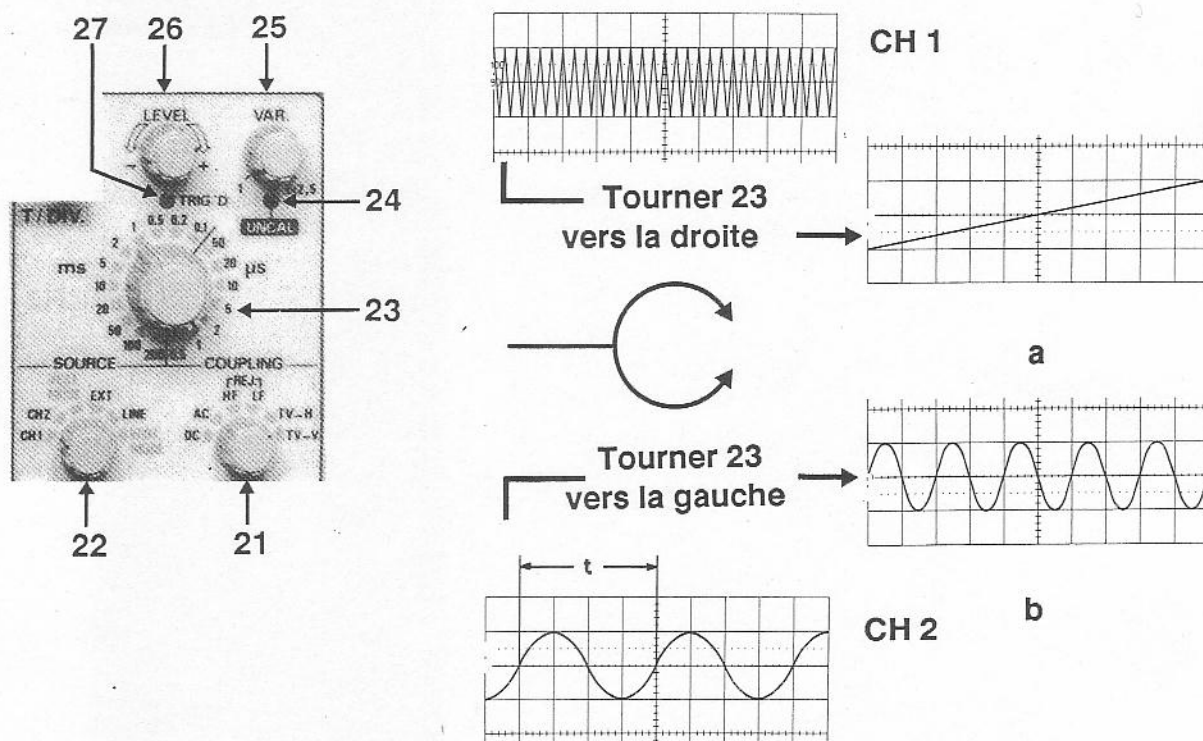
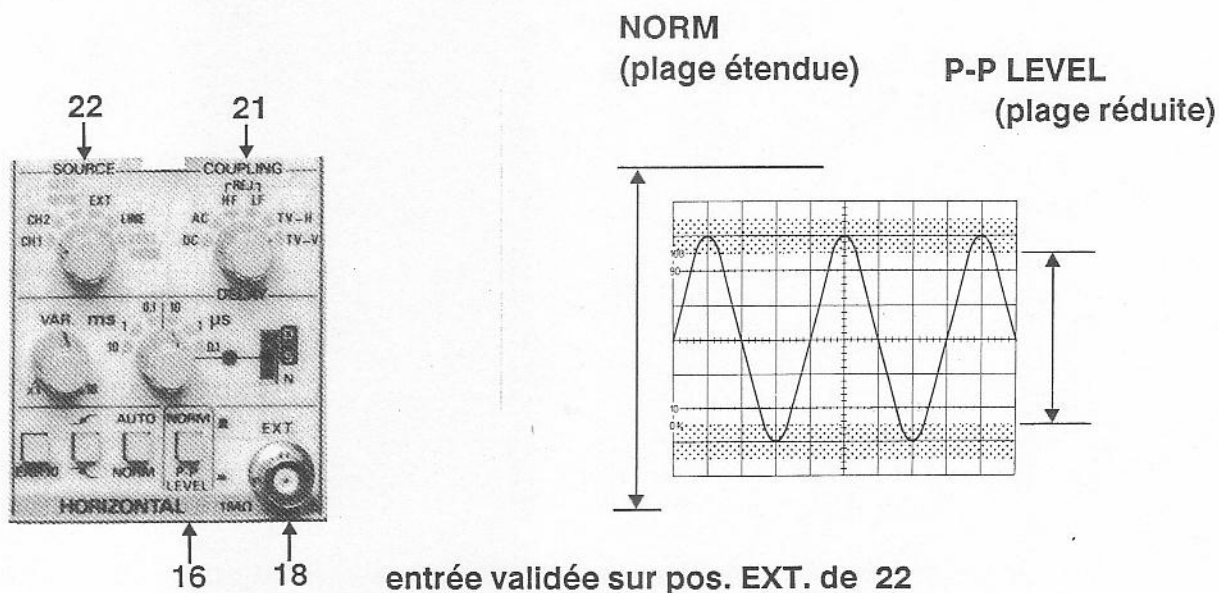

Fig 3.5
Fig 3.6
- Appuyer sur le poussoir 16 (voir Fig 3.6) pour stabiliser cette image en adoptant le mode de déclenchement "crête à crête" (P-P) et retoucher éventuellement la position de la commande 26 (voir Fig 3.5), ajuster vers + ou - le niveau de déclenchement.
- Lorsque l'image est stable (voyant 27 allumé), tourner la commande 23 pour fixer le nombre de périodes du signal observé (choix de T/div voir Fig 3.5, en notant que pour les positions de 23 > ou = à 5ms, le mode de balayage est découpé, alors que pour les positions < 5ms il est alterné).
- vérifier que le niveau de déclenchement se trouve bien dans une plage "réduite" plus "fine" à régler (16 enfoncé). Si l'on désire une plage plus étendue, relâcher 16 pour obtenir une recherche plus lente à l'aide de 26 (la plage pouvant alors dépasser les limites verticales du graticule, voir Fig. 3.6).
- Note : on peut également dans certains cas d'emploi bien spécifiques faire appel à un déclenchement lié à la fréquence du "réseau local" (22 sur LINE, voir Fig 3.6) ou à la fréquence d'un signal d'origine externe appliqué à l'entrée EXT 18 (fréquence liée au signal observé et niveau respectant les conditions paragraphe 3.1.3.)*